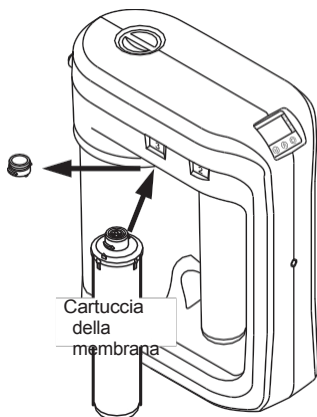

Fig. 12
- Rimuovere il tappo di servizio dalla fessura dell'unità a membrana ad osmosi inversa e sostituirlo con la cartuccia a membrana come mostrato nella Fig. 12.